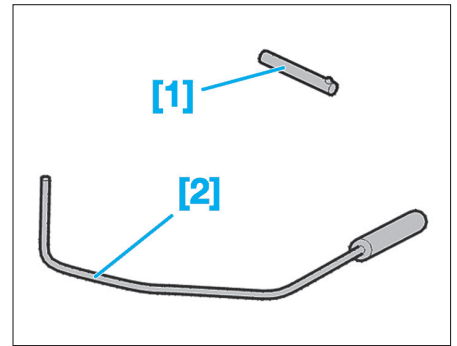

Fig. 6
- [1]. Pige d'arbre à cames (réf : 0132-RZ) (Fig.6),